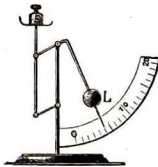

Abb. 87. Briefwaage
2. Die deutsche Schnellwaage (oder Briefwaage) ist ein Winkelhebel mit Waagschale und Lastklotz (Abb. 87).